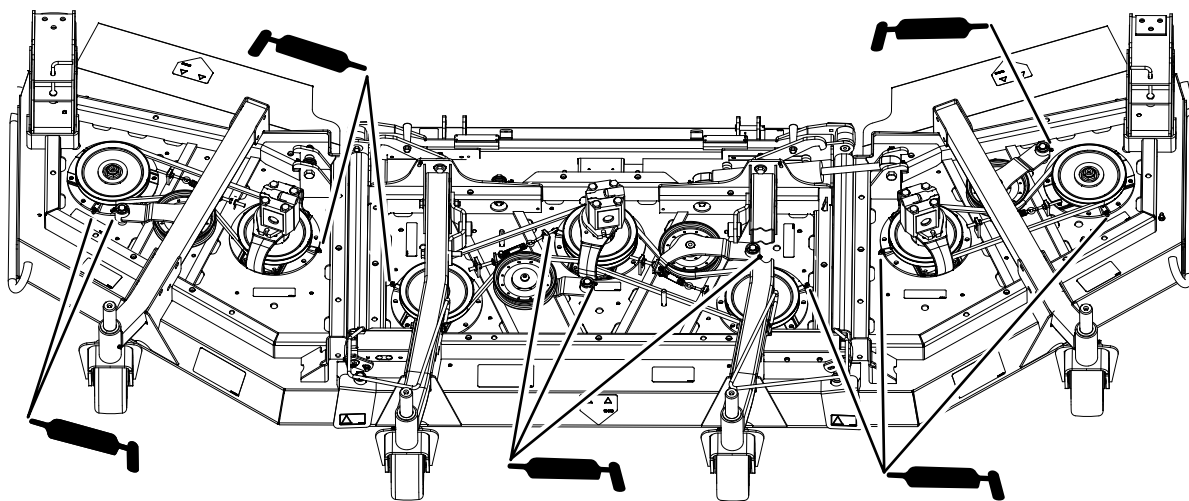

図 83
- スピンドルシャフトのベアリング3ヶ所プーリの下 図 83。
- アイドラームのピボットのブッシュ2ヶ所 図 83